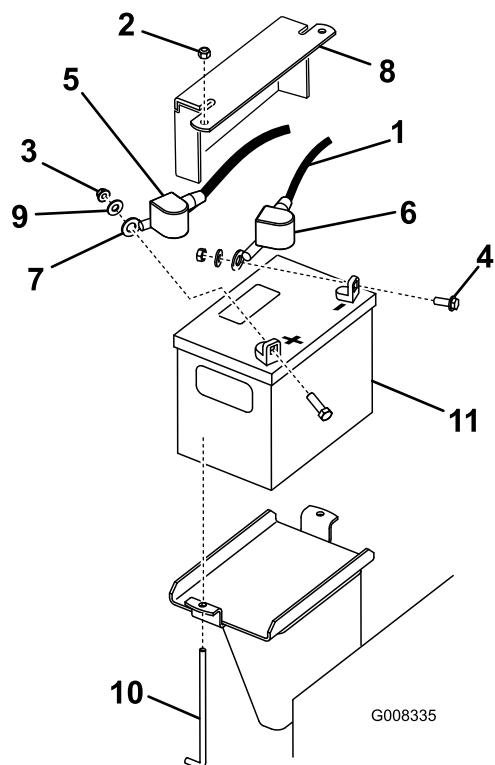

Bild 42
3. Nehmen Sie die Gummiabdeckung vom Minuskabel ab. Klemmen Sie zunächst das Minuskabel vom Minuspol (-) der Batterie ab (Bild 42).
- Ziehen Sie die rote Polkappe vom (roten) Pluspol der Batterie ab. Ziehen Sie dann das (rote) Pluskabel ab (Bild 42).
- Entfernen Sie die Befestigungsplatte, die J-Schrauben und die Sicherungsmuttern, mit denen die Batterie befestigt ist (Bild 42) und nehmen sie heraus.
- Setzen Sie die Batterie in die Maschine (Bild 42).
- Klemmen Sie zunächst das (rote) Pluskabel am Pluspol (+) der Batterie mit einer Mutter, Scheibe und Schraube an (Bild 42). Schieben Sie die Gummibedeckung über den Batteriepol.
- Klemmen Sie dann das Minuskabel und Erdkabel am Minuspol (-) der Batterie mit einer Mutter, Scheibe und Schraube an (Bild 42). Schieben Sie die Gummibedeckung über den Batteriepol.